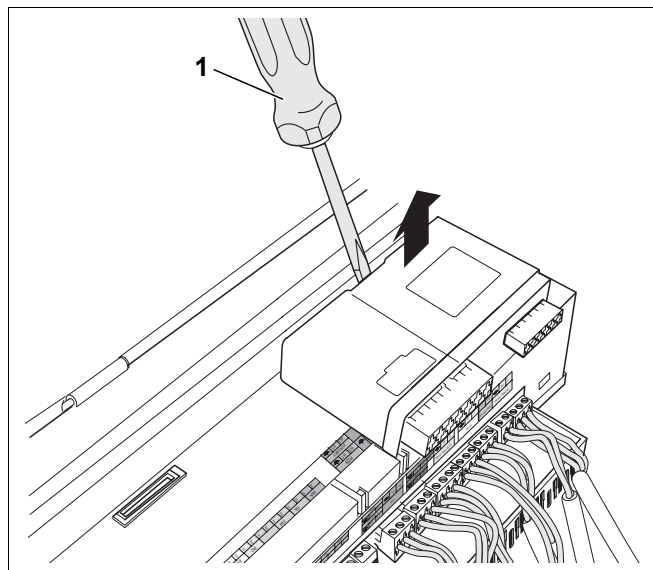

Рис. 4 Снятие функционального модуля
- Освободить модуль из крюков, используя отвертку (рис. 4, поз. 1).
- Поднять модуль спереди вверх, как показано стрелкой (рис. 4).